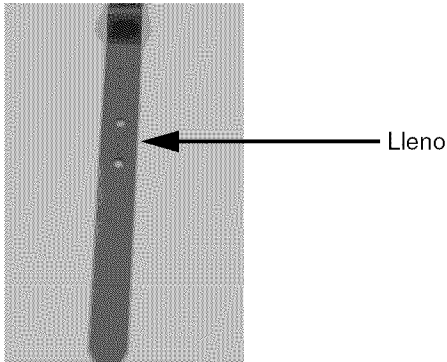

Figura 13
3. Vuelva a llenar el motor con aceite a través del tubo de llenado hasta que el nivel del aceite en la varilla de medición llegue a "full" (lleno). (Vea la figura 13)